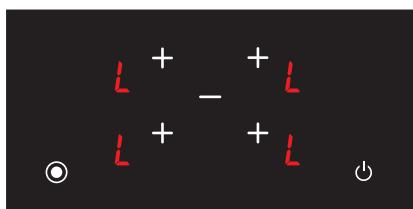

Рис. 19
4. У цей час режим захисту від дітей увімкнено та на індикаторах усіх конфорок відображається значок  $L$ , що символізує цей стан (Див. рис. 19). Значки  $L$  і  $H$  відображаються у разі, якщо будь-яка конфорка є гарячою.